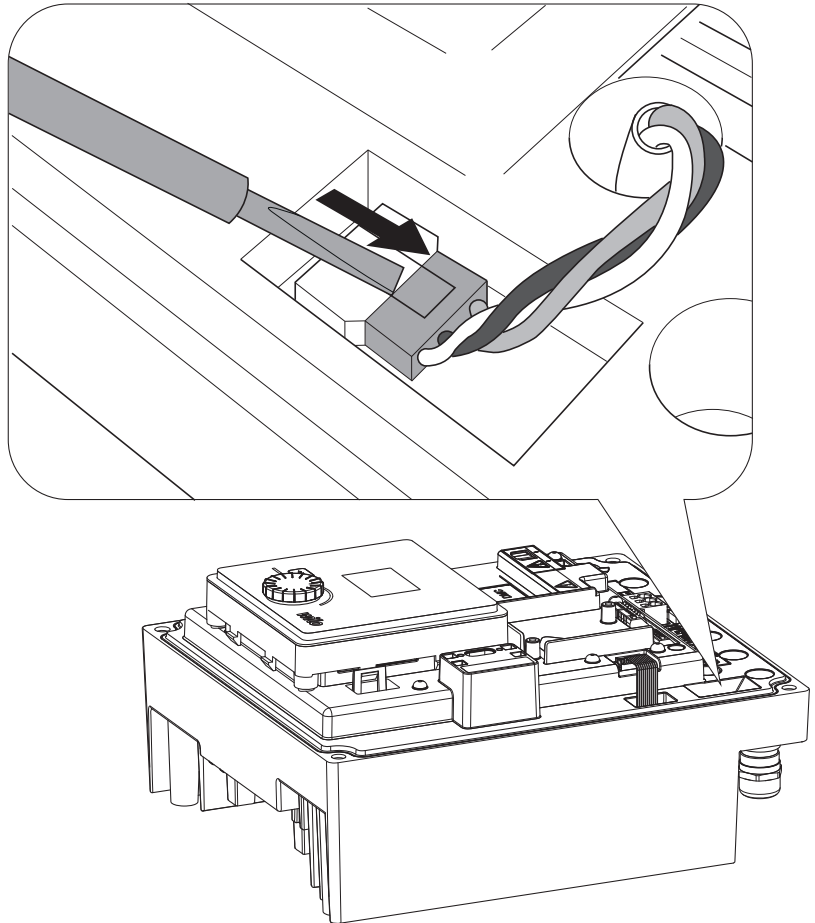

Fig. 46: Atjunkite modulario ventiliatoriaus sujungimo kabelį
- Ištraukite modulio ventiliatoriaus sujungimo kabelį. (Fig. 46).